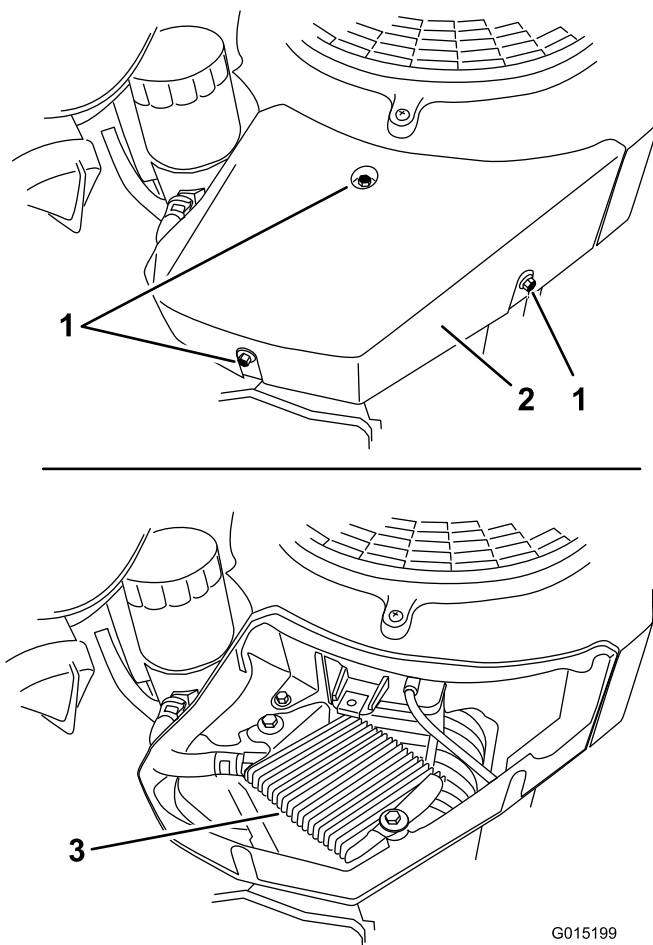

Figure 50
5. Nettoyez le refroidisseur d'huile moteur à l'air comprimé (Figure 50).